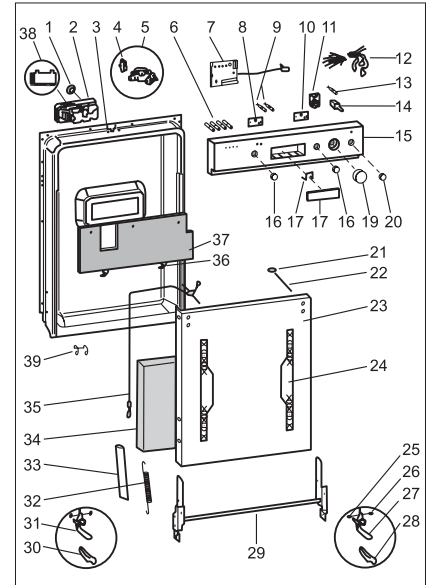

Рис. 3. Элемент передней панели
- Еще хочется отметить характерные элементы машины, показанные на рис. 3: